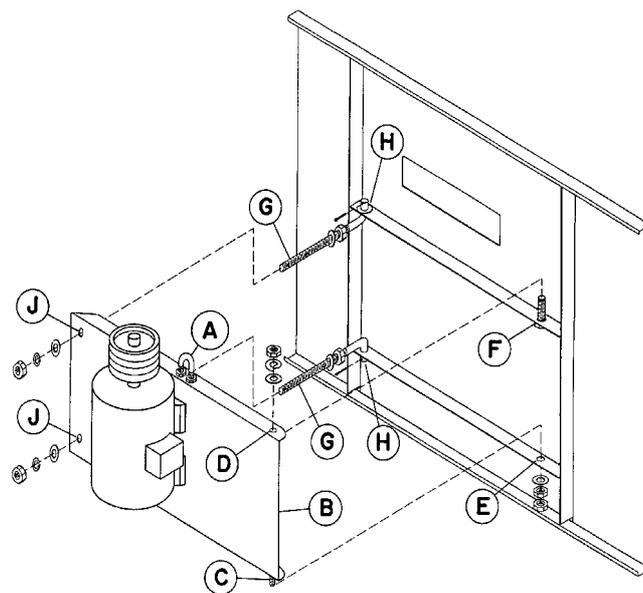
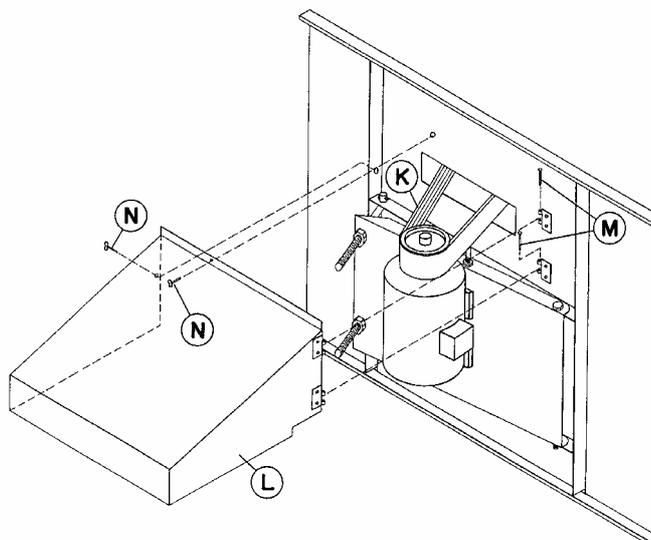

Figura 23 – Installazione esterna motore
Figura 24 – Installazione protezione motore e cinghia "Powerband"
1. Analizzare attentamente la Figura 23 prima di installare la base del motore sull'unità.
2. Inserire la fune per il sollevamento nel golfare a "U" (A) sulla base del motore (B).
5. Inserire le viti "J" (G) nei fori H. Inserire le rondelle piatte e i perni trasversali. Posizionare dadi e rondelle sulla parte filettata delle viti "J", che si troveranno dietro la base del motore, una volta installato.
7. Installare le cinghie "Powerbelt" K (Figura 24) sulle pulegge del motore e del ventilatore. Regolare il tensionamento delle cinghie con viti "J" e dadi, senza stringere eccessivamente. La parte centrale della cinghia dovrebbe flettersi di circa 19 mm. con una leggera pressione della mano.
10. Installare la protezione del motore L, allineandola ai perni di fissaggio M (Vedi Figura 24).